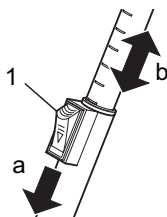

Abb. 4
4. Stellen Sie die Länge des Teleskoprohrs ein. Drücken Sie dazu die Teleskoprohr-Arretierung (Abb. 4/1) nach vorn (Abb. 4/a). Ziehen Sie dann das Teleskoprohr am Handgriff (Abb. 1/1) auf gewünschte Länge (Abb. 4/b). Zum Verriegeln lassen Sie die Teleskoprohr-Arretierung, während Sie ziehen, los. Sie hören ein deutliches Klicken.